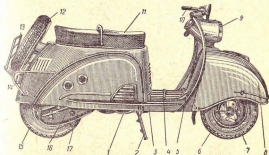
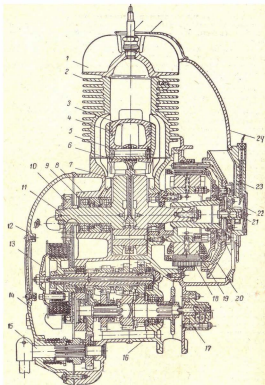

Рис. 132. Мотороллер Т-200:
Рис. 133. Двигатель мотороллера „Тула“:
**Двигатель.** На мотороллере Т-200 (рис. 132) установлен одноцилиндровый двухтактный двигатель (рис. 133) с кривошипно-камерной продувкой и принудительным воздушным охлаждением мощностью 8 л. с.